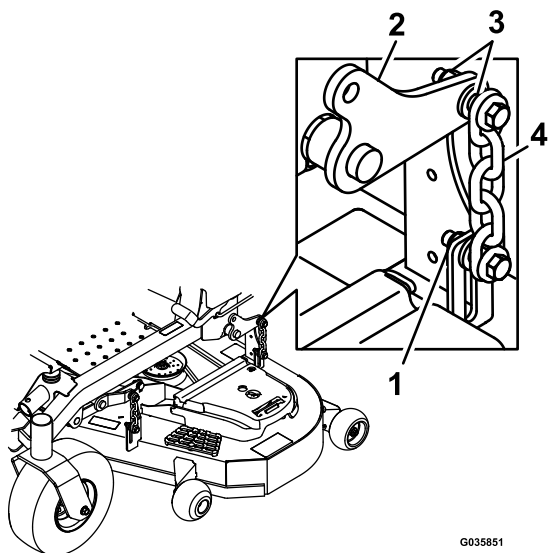

Figure 83
15. Desserrez les contre-écrous (Figure 83) aux quatre coins de sorte que le plateau repose solidement sur les 4 cales.